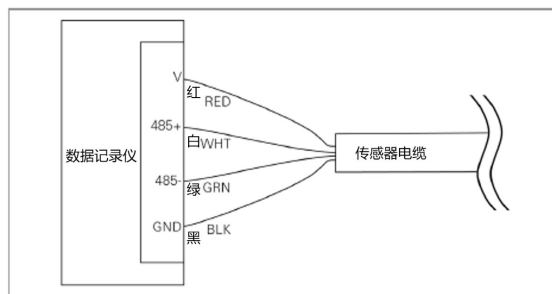

图 19 有 RS-485 通信接口的数据记录仪的连接
- 如果您的数据记录仪有 RS-485 通信接口,请按图 19 直接连接。